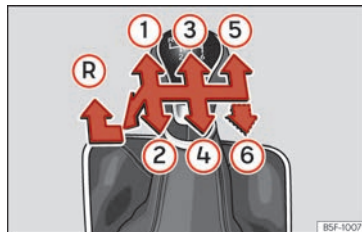

Abb. 97 Schaltschema bei einem 5-Gang bzw. 6-Gang Schaltgetriebe
Auf dem Schalthebel sind die Positionen der einzelnen Fahrgänge dargestellt >>> **(Abb. 97)**.
- Schalthebel in die Neutralstellung bringen und nach unten drücken. Schalthebel ganz nach links und dann nach vorn in die Rückwärtsgangposition schieben >>> **(Abb. 97) (R)**.